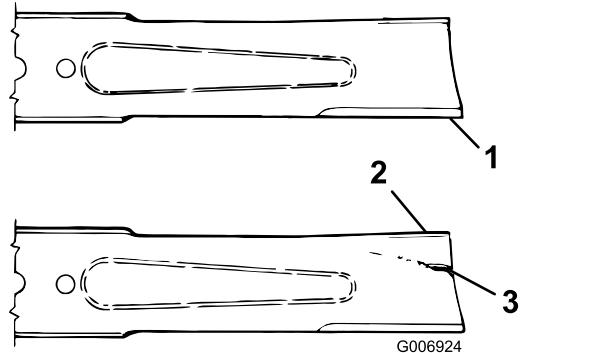

Рисунок 69
- Осторожно проверьте режущие кромки ножей, особенно в точке соединения плоской и изогнутой частей ножа (Рисунок 69).
- При обнаружении износа (Рисунок 69) замените нож; см. Проверка и регулировка плоскости вращения ножей (страница 67)
При износе ножа между крылом и плоской частью ножа образуется бороздка (Рисунок 69). Часть ножа может случайно отломиться и вылететь из-под корпуса, возможно, нанеся тяжелую травму оператору или находящимся рядом людям.